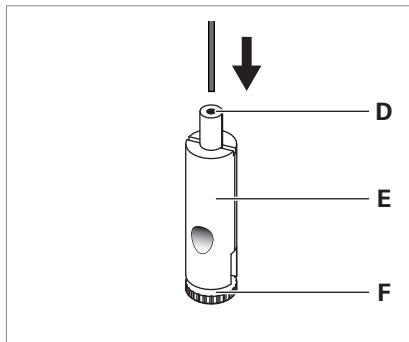

Fig. 11: Drahtseilhalter montieren.
- ▶ Führen Sie das Drahtseil durch die Führungsbuchse **D** des Drahtseilhalters **E**, siehe Fig. 11.